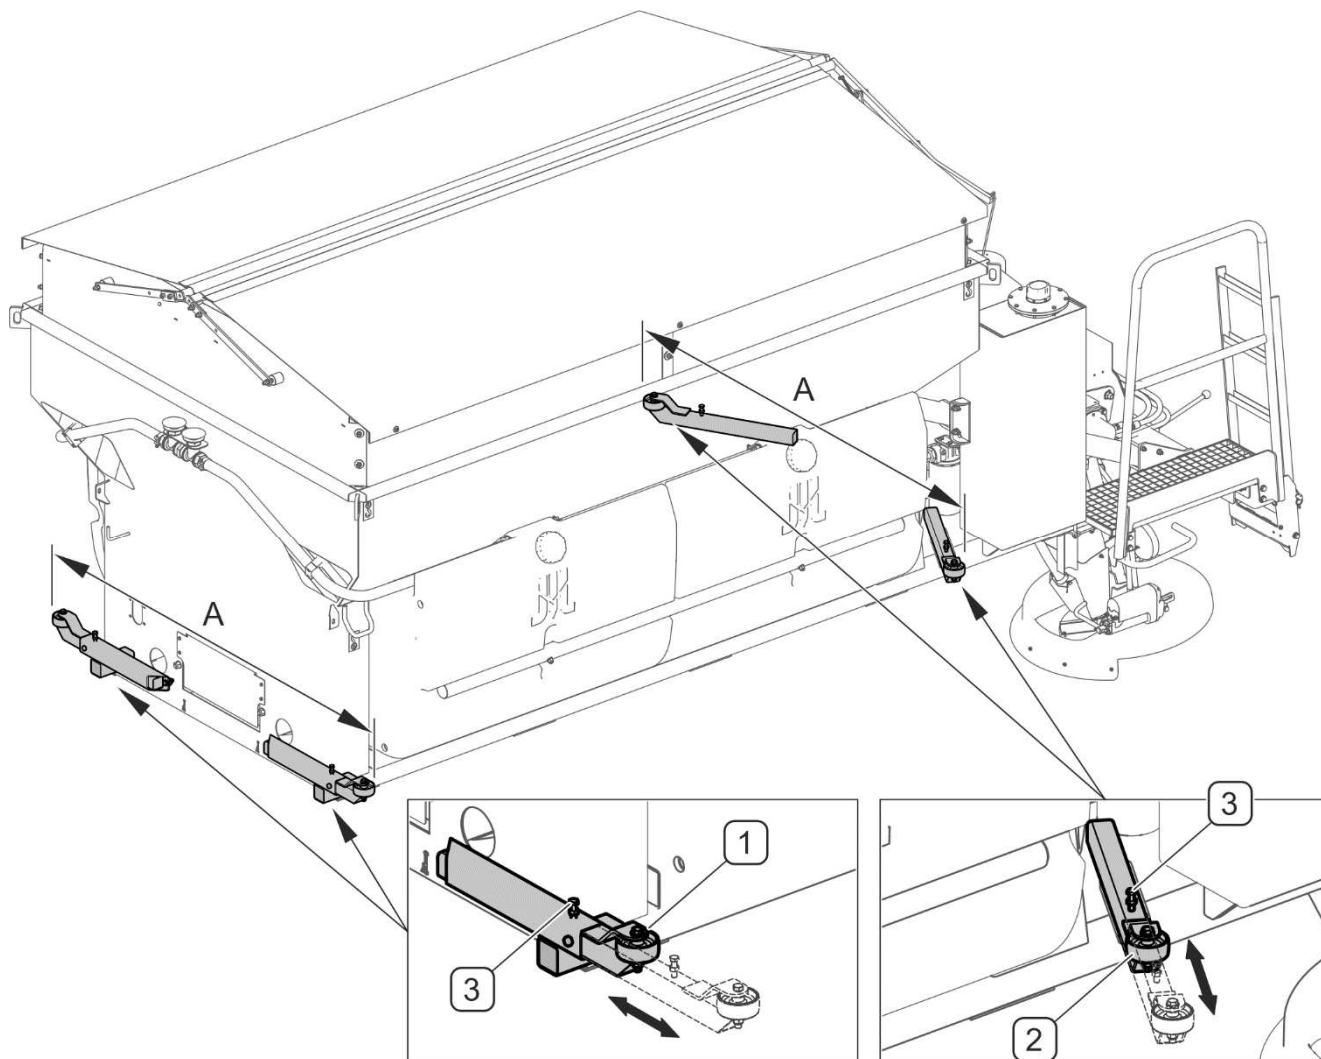

РИСУНОК 4.6 Направляющие
Для облегчения регулировки положения служат регулируемые направляющие (1) и (2) со штифтами (РИСУНОК 4.6) и ограничители, прикрепленные снизу к балке рамы в задней части машины. Передние (1) и задние (2) направляющие необходимо установить так, чтобы размер (А) был несколько меньше внутренней ширины грузовой платформы транспортного средства (РИСУНОК 4.6).
Направляющие (РИСУНОК 4.6) используются в транспортных средствах, имеющих прочные боковые борта грузовой платформы.
Применение направляющих (РИСУНОК 4.6) зависит от способа крепления машины на платформе (см. 4.3.2 КРЕПЛЕНИЕ МАШИНЫ НА ПЛАТФОРМЕ ТРАНСПОРТНОГО СРЕДСТВА).